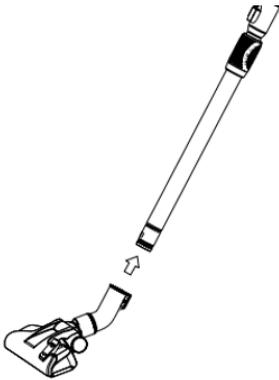

Abb. 3
3. **Abb.3: Die Verbindung zwischen dem Rohr und dem Bürstenwerkzeug:**